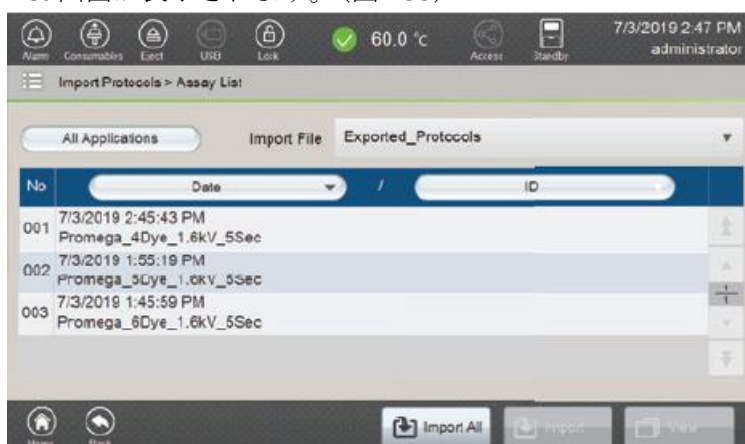

図 155 Assay List 画面
3. Import Protocols 画面（図 154）の protocol type を選択してください。Assay List 画面が表示されます。（図 155）